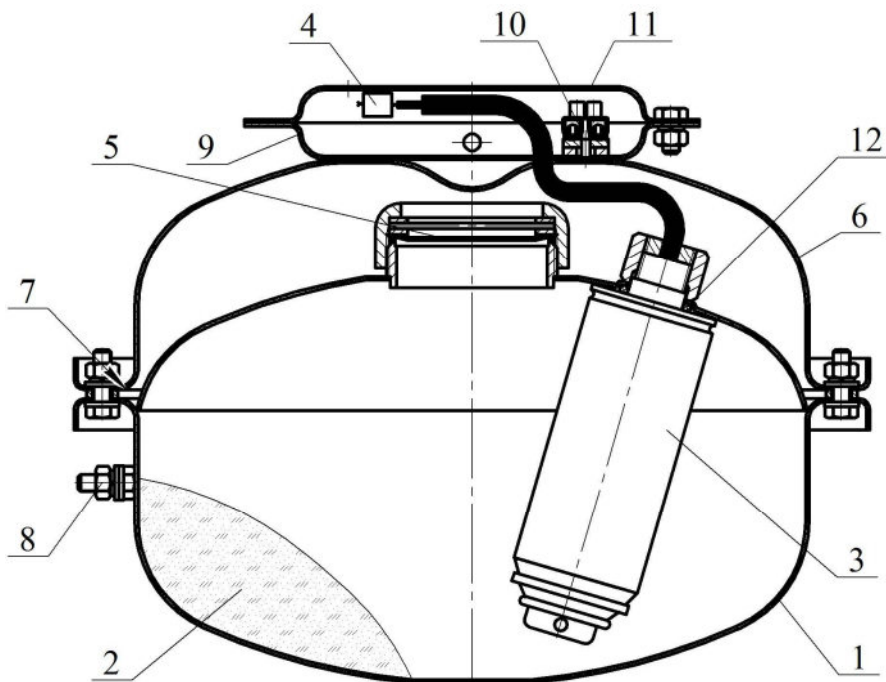
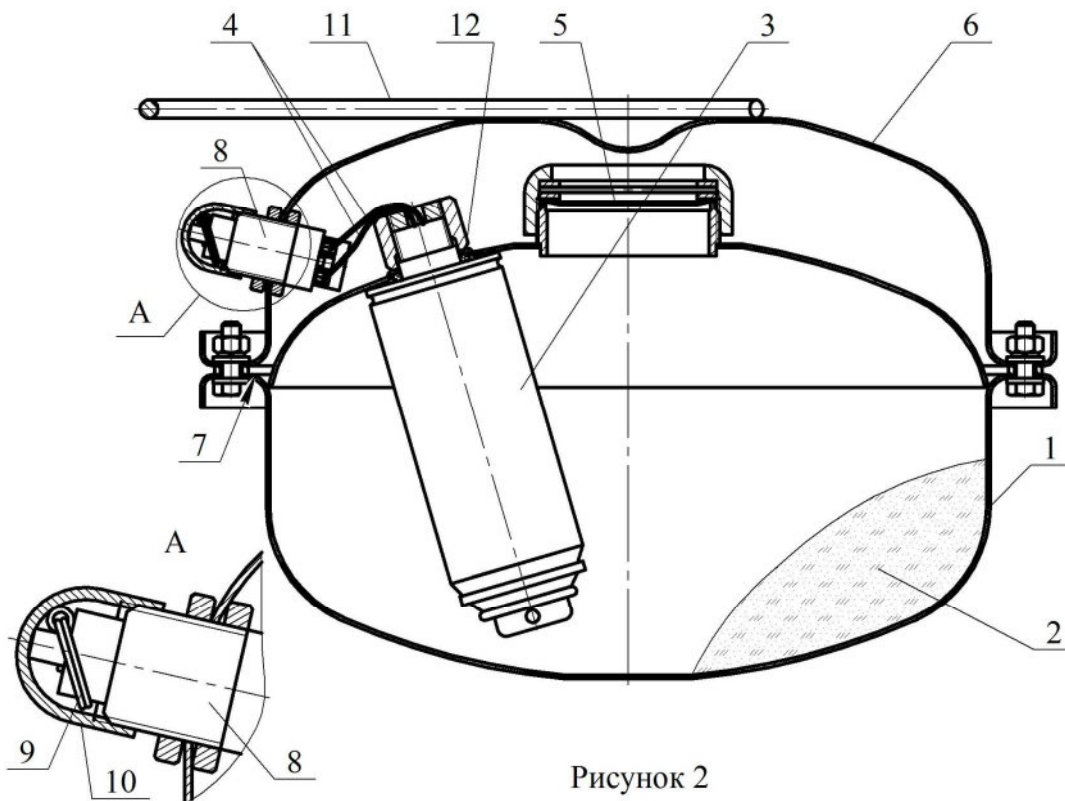
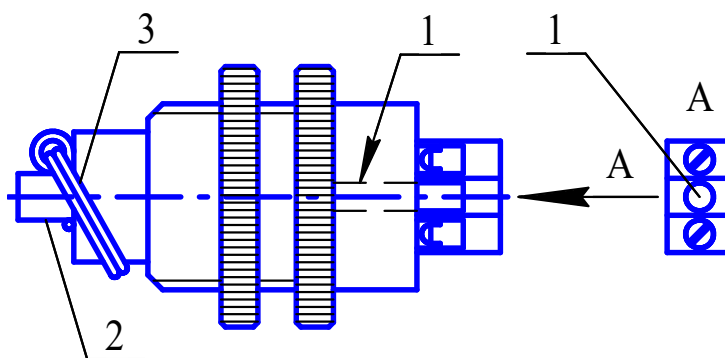

Рисунок 1
Рисунок 2
Рисунок 5
4.1.1 МПП (см. рисунок 1) состоит из корпуса **1**, в котором размещаются огнетушащий порошок (далее по тексту - ОП) **2** и источник холодного газа (далее по тексту - ИХГ) **3** с элементом электропусковым **4**. Сопловое отверстие для выхода ОП из корпуса перекрыто мембраной **5**. Со стороны соплового отверстия корпус **1** соединен с отражателем **6**. Насадок - распылитель **7** для выхода ОП представляет щелевой зазор между корпусом **1** и отражателем **6**. Модуль имеет заземляющий зажим **8**. На отражателе установлен фланец **9**, в котором для соединения выводов элемента электропускового с вводной цепью пускового устройства расположен зажим контактный-винтовой **10**. МПП снабжён кронштейном **11** для крепления к потолочному перекрытию, стене или полу.
4.2.1 МПП (см. рисунок 2) состоит из корпуса 1, в котором размещаются ОП 2 и ИХГ 3 с элементом электропусковым 4. Сопловое отверстие для выхода ОП из корпуса перекрыто мембраной 5. Со стороны соплового отверстия корпус 1 соединен с отражателем 6. Насадок - распылитель 7 для выхода ОП представляет щелевой зазор между корпусом 1 и отражателем 6. На отражателе установлено устройство ручное пусковое 8, которое имеет чеку 9 для запуска МПП и закрыто заглушкой 10. МПП снабжён ручкой 11 для переноса и размещения модуля в зоне пожара.
- хранение МПП без заглушки **10** (см. рисунок 2);
6.1.2 Закрепить кронштейн **11** (см. рисунок 1) на потолке, стене, полу или иной несущей поверхности. Координаты отверстий в кронштейне, предназначенном для крепления МПП, показаны на рисунке 3.
6.2.2 Взять МПП за ручку **11** (см. рисунок 2), свободной рукой с устройства пускового ручного **8** снять заглушку **9** и извлечь чеку **10**.
- ИХГ-5(М)-01 СИАВ 066614.025.000 ТУ для МПП(Н)-5-И-ГЭ-У2, ИХГ-5(М)-02 СИАВ 066614.025.000 ТУ для МПП(Н-Т)-5-И-ГЭ-У2, ИХГ-5(М)-06 СИАВ 066614.025.000 ТУ для МПП(Н-Т1)-5-И-ГЭ-У2 (поз. 3 рисунок 1) или ИХГ-5(М)-05 СИАВ 066614.025.000 ТУ (поз. 3 рисунок 2) для МПП(Н-Р)-5-И-ГЭ-У2 – 1 шт.;
7.4 Для восстановления устройства пускового ручного после срабатывания МПП необходимо через отверстие **1** (см. рисунок 5) в основании устройства поднять шток **2** и закрепить чекой **3**. Для подъема штока **2** необходимо использовать незаостренный стержень диаметром 1,5...2 мм. После восстановления верхнюю часть узла активации закрыть заглушкой **10** (см. рисунок 2).